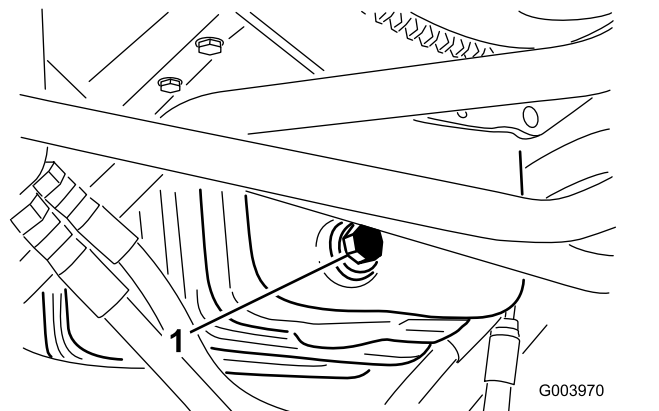

Figura 50
1. Togliete il tappo di spurgo (Figura 50) e lasciate defluire l'olio in una bacinella.